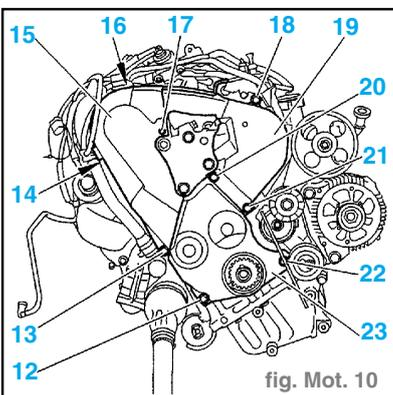

fig. Mot. 10
- les vis (9),
- la traverse (8).
- Écarter les électrovannes EGR (10).
- les écrous (6) et (7),
- les vis (4),
- la bride (5).
- Déclipser la durit d'électrovanne EGR (11) en «b».
- Déposer : (fig. Mot. 10)
- la vis (13) et l'entretoise. (fig. Mot. 10).
- le carter inférieur (23),
- les vis (12) et (22),
- le carter intermédiaire (19),
- les vis (18), (20) et (21),
- le carter supérieur (15),
- la vis (13) ; serrer à 1,5 daN.m,
- les vis (14), (16) et (17).
- Clipser la durit (11).